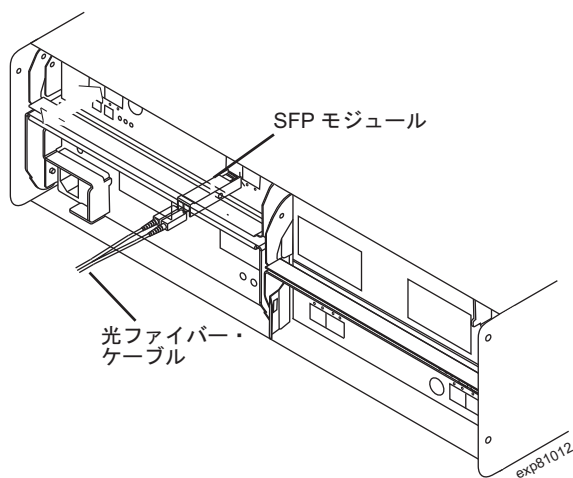

図 82. ストレージ拡張エンクロージャーへの SFP モジュールの取り付けと LC-LC ケーブルの接続
2. 142 ページの図 82 に示すように、SFP モジュールに LC-LC 光ファイバー・ケーブルを接続します。
SFP モジュールをストレージ拡張エンクロージャー背面の SFP ポートに取り付けます。次に、図 82 に示すように、LC-LC ケーブルのもう一方の端を SFP モジュールに接続します。